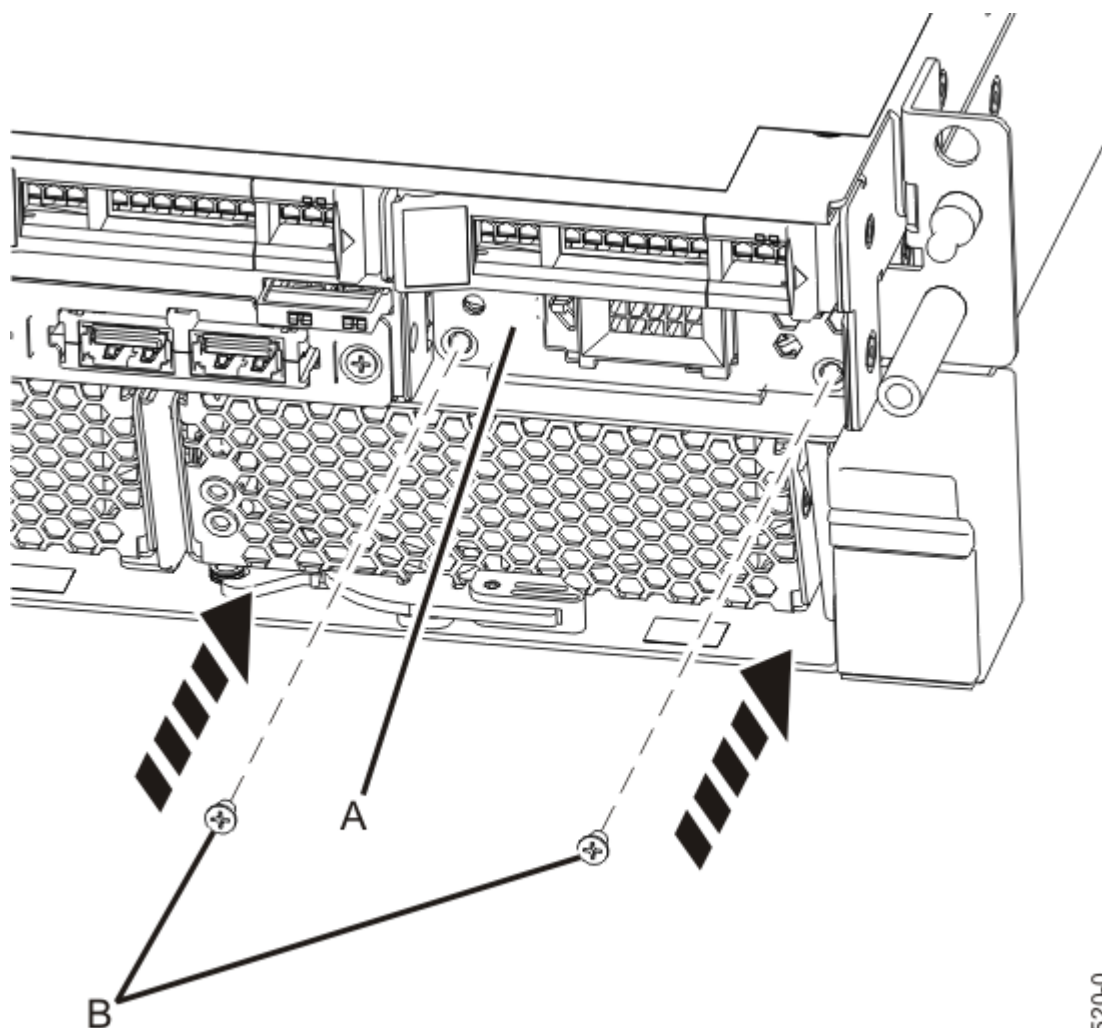

Figure 60. Fixation du câble d'écran du panneau de commande au système
3. Fixez le support de l'écran du panneau de commande **(A)** au système à l'aide des deux vis **(B)**, comme illustré à la Figure 60, à la page 66.